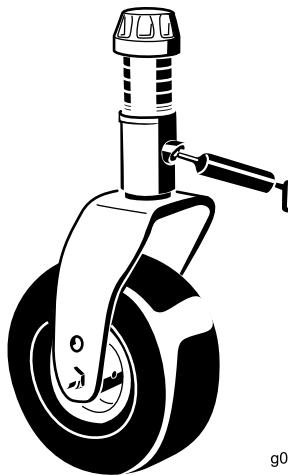

Figura 62
- Casquillos (2) del eje de la horquilla de las ruedas giratorias (Figura 62)